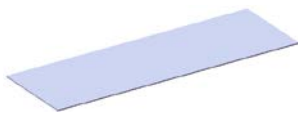
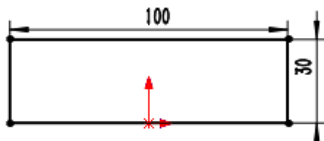

图 13.2.33 基体—法兰 1
图 13.2.34 横断面草图
Step2. 创建图 13.2.33 所示的钣金基础特征——基体—法兰 1。
(1) 选择命令。选择下拉菜单 **插入(I)** → **钣金(B)** → **基体法兰(A)...** 命令 (或单击“钣金”工具栏上的“基体法兰/薄片”按钮)。
(2) 定义特征的横断面草图。选取前视基准面作为草图基准面,绘制图 13.2.34 所示的横断面草图。
(3) 定义钣金参数属性。
① 定义钣金参数。在 **钣金参数(S)** 区域的 文本框中输入厚度值 0.5。
② 定义钣金折弯系数。在 **折弯系数(A)** 区域的下拉列表中选择 **因子** 选项,把 **K** 文本框的因子系数改为 0.4。
③ 定义钣金自动切释放槽类型。在 **自动切释放槽(I)** 区域的下拉列表中选择 **矩形** 选项,选中 **使用释放槽比例(A)** 复选框,在 **比例(D):** 文本框中输入比例系数 0.5。
(4) 单击 按钮,完成基体—法兰 1 的创建。